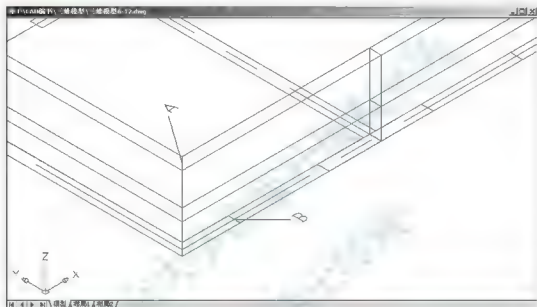

图 6.13 多段线起点和终点的位置
(1) 修改 ELEV 值。
① 在命令行输入“ELEV”后按 Enter 键。
② 在指定新的默认标高 <0.0000>: 提示下, 按 Enter 键, 表示当前高程为“0”, 即多段线的起点设在 XY 平面上。
③ 在指定新的默认厚度 <0.0000>: 提示下, 输入“1800”, 表示当前厚度为“1800”, 即窗间墙的高度。
(2) 在命令行输入“PL”后按 Enter 键, 启动绘制多段线命令。
① 在指定起点: 提示下, 捕捉如图 6.13 中所示的 A 点作为多段线的起点。由于当前线宽为“240”, 所以不需修改线的宽度。
② 在指定下一点或 [圆弧(A)/闭合(C)/半宽(H)/长度(L)/放弃(U)/宽度(W)]: 提示下, 捕捉如图 6.13 中所示的 B 点作为多段线的终点, 按 Enter 键结束命令, 结果如图 6.14 所示。